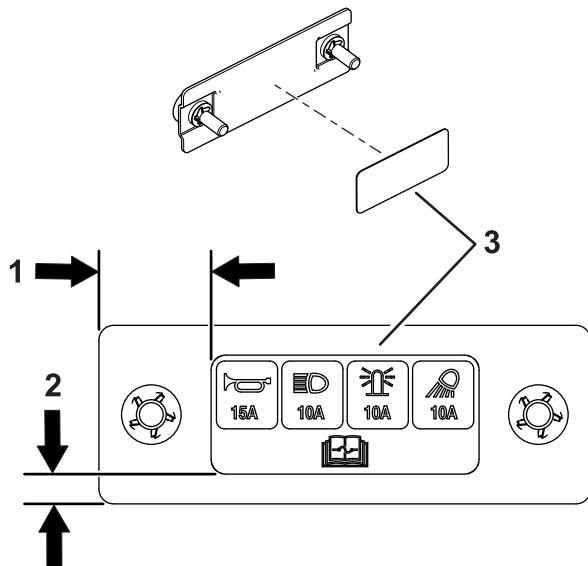

Figure 11
12. Apposez l'autocollant sur le couvercle des fusibles, comme montré à la Figure 11.